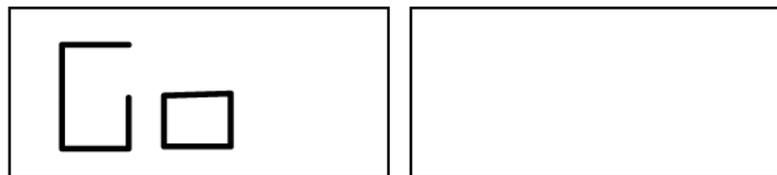

Рис. 5.5 - Сообщение "Выполните запуск"
4. Нажмите [P4] . Появится сообщение, рисунок 5.5;